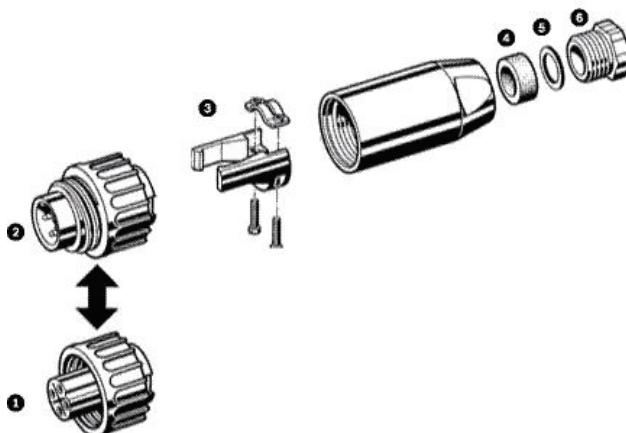

Figure 6.1 Montage du connecteur à 4 broches
2. Passez le cordon d'alimentation au travers de l'ensemble logement arrière/dispositif de réduction de tension. Voir *Figure 6.1*.
4. Connectez le câble d'entrée d'alimentation aux bornes à vis situées sur le connecteur fourni. Voir *Figure 6.1*.